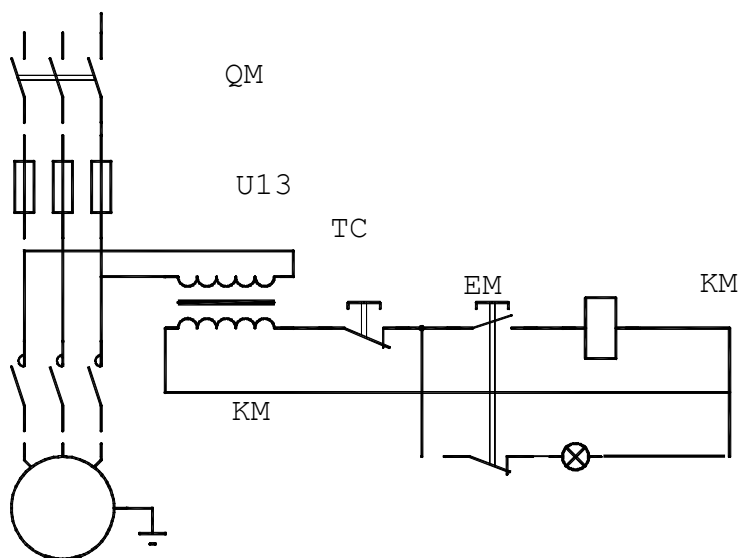

Рисунок 5 Схема электрическая принципиальная
4.2.17 Подсоедините источник питания, электрогидростанцию к шкафу управления согласно рис. 5.
Потеря электрического контакта	Проверить подключение в соответствии со схемой электрической принципиальной (рис. 5)